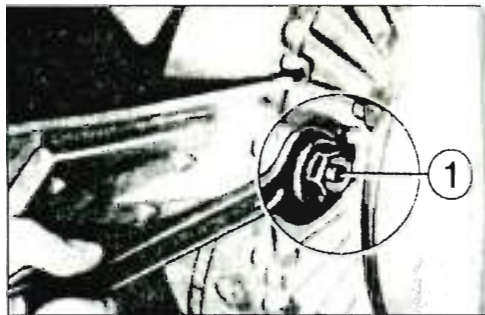

Рис. 1.54. Для блокировки этой модели вентилятора следует повернуть гайку на 180° до защелкивания шпильки.
♦ Поверните вентилятор в двух направлениях до защелкивания шпильки (1) (рис. 1.54).